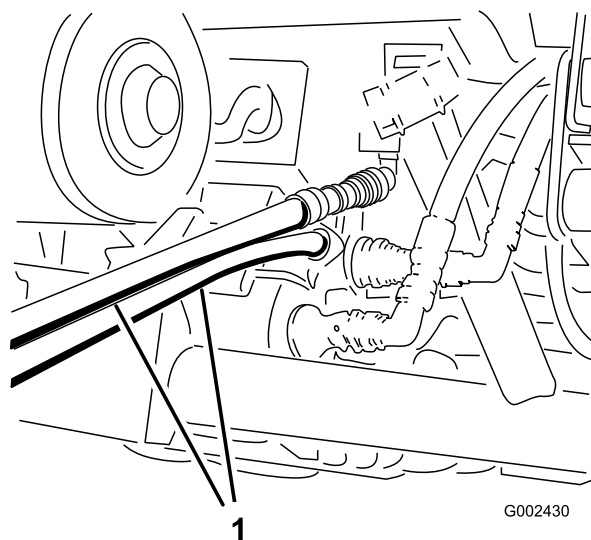

Рисунок 81
4. На другом автомобиле подсоедините два шланга к соединительным муфтам, находящимся в кронштейнах соединительных муфт (верхний шланг подсоедините к верхней соединительной муфте, а нижний шланг к нижней соединительной муфте) (Рисунок 81). Заглушите неиспользуемые фитинги.